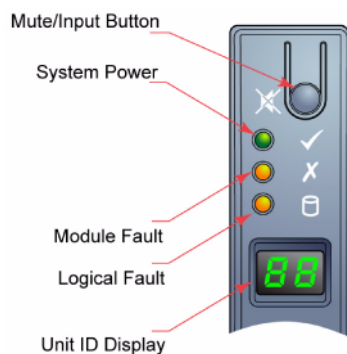

図2-5 OPS パネル
- ・ シャーシ、ミッドプレーンと一体型のフランジマウントパネル。(図2-5参照)
筐体の前面部分には、3つのLED、ID LCD ディスプレイが一体となったオペレーションパネル (OPS) があります。(図2-5参照) このOPSパネルで、筐体コンポーネント、IDを割り当てられている筐体の動作状況が確認できます。LEDのステータスについては「表2-1 OPSパネルのLEDステータス」を参照してください。